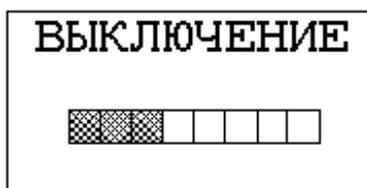

Рисунок 2.2 – Вид табло при выключении газоанализатора
- при нажатии и удерживании кнопки «» не менее 5 с (дождаться появления сообщения о выключении (рисунок 2.2) и окончания заполнения индикации);